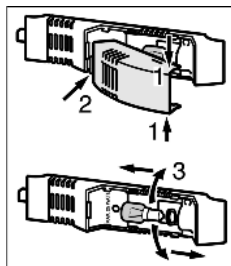

Fig. 12
- ▶ Het afdekkapje van de lamp boven en onder vastpakken *Fig. 12 (1)*.
- ▶ Het afdekkapje achter losklikken en verwijderen *Fig. 12 (2)*.
- ▶ Vervang de lamp *Fig. 12 (3)*.